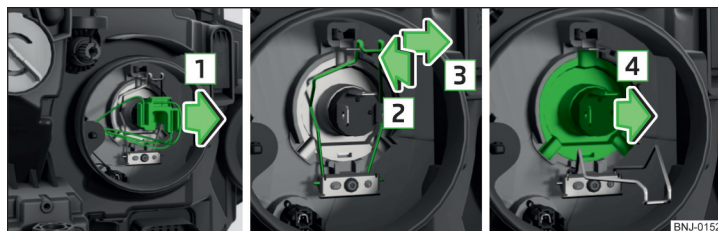

Fig. 208 Înlocuirea becurilor pentru faza scurtă și lungă
- Apăsați elementul de blocare al conectorului și trageți cu atenție conectorul, prin mișcări pendulatorii, în direcția săgeții [1] » fig. 208.